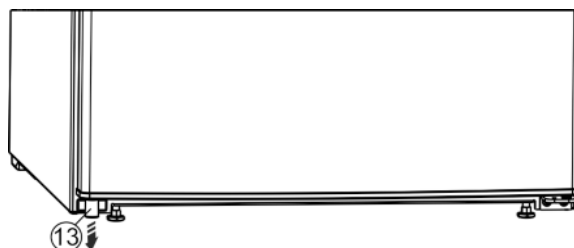

Fig. 5
- ▶ Z drzwi na dole po lewej stronie wyjąć element dystansowy Fig. 5 (13).